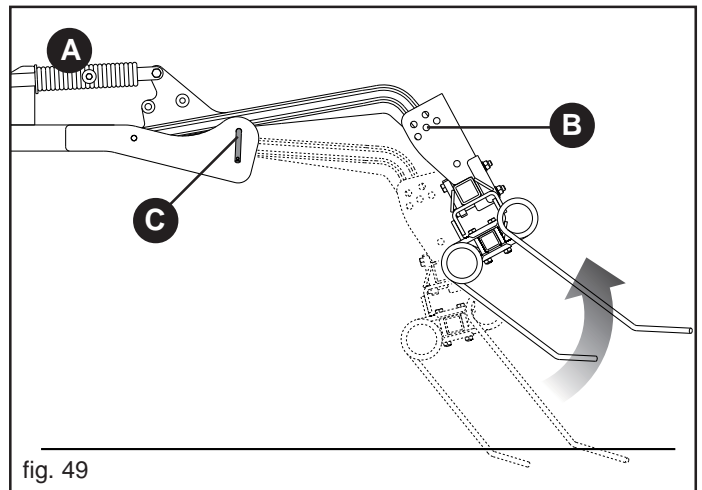

fig. 49
La pressione di lavoro dei denti a molle dell'erpice copriseme può essere variata mediante la rotazione della molla posta sul braccio superiore (A, Fig. 49).
Cambiando la posizione dei perni (B), varia l'angolo di incidenza dei denti a molla (Fig. 49).
Dopo aver scaricato completamente le molle di compressione poste sui bracci superiori (A, Fig. 49), sollevare le sezioni dell'erpice copriseme bloccandole con le spine in dotazione (C, Fig. 49). Assicurare le spine con le copiglie di sicurezza.